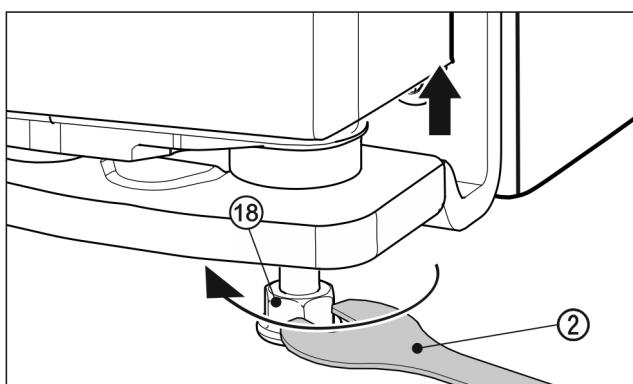

Fig. 25
- K nadzdvihnutí dvírek vyšroubujte seřizovací nožku Fig. 25 (18) přiloženým rozvidleným klíčem Fig. 25 (2) směrem doprava, až se dotkne země. Poté otáčejte dál, až budou dvířka ve správné výšce. V dodaném stavu je ložiskový čep zcela zašroubovaný.